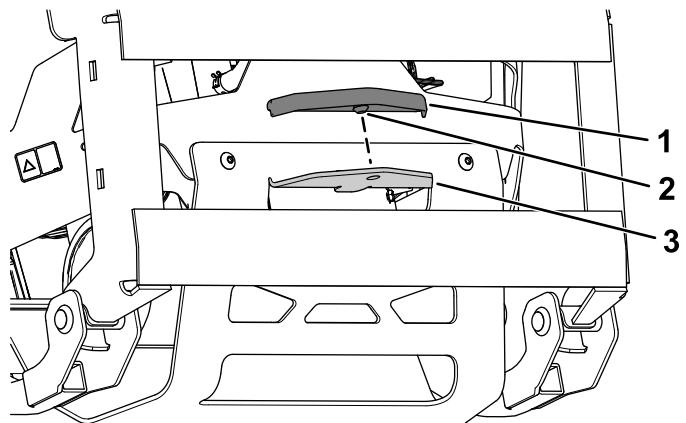

Figura 14
2. Alinee la tapa del enganche sobre el enganche y presione para encajarla (Figura 14).